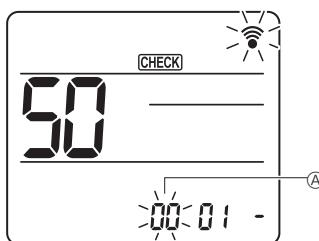

Fig. 6-17
② Ustawianie numeru jednostki
Nacisnąć przycisk [A], aby ustawić numer jednostki ①. (Fig. 6-17)